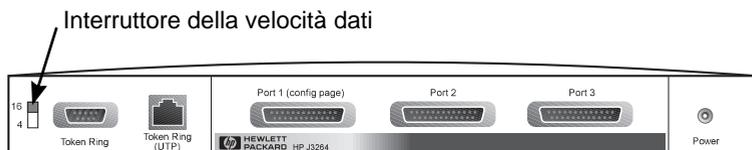

Figura 2.1 Interruttore della velocità dati Token Ring impostato su 16 Mbit/sec sul modello J3264A
3. Nel caso di un server di stampa Token Ring (J3264A), impostare l'interruttore della velocità dati in modo adeguato (4 o 16 Mbit/sec., vedere la figura 2.1). Per spostare l'interruttore, servirsi di una penna o altro oggetto simile e portare l'interruttore verso l'alto per 16 Mbit/sec., oppure verso il basso per 4 Mbit/sec.